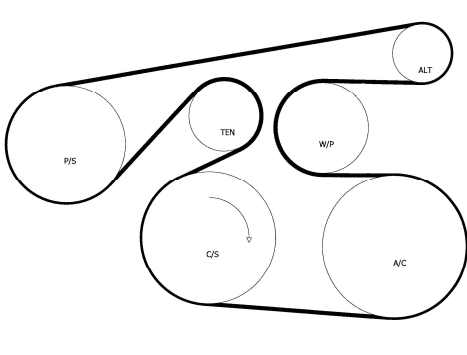

Fig 1
3. Take note of the under hood belt routing diagram. If missing, refer to Fig 1.
13. Install new serpentine belt around each pulley except the alternator pulley. Now rotate the tensioner in the clockwise (down) direction and slip the belt on to the alternator pulley. While holding the tensioner in clockwise direction, remove and discard the locking pin in the tensioning strut. Slowly allow tensioner to move in the counter clockwise (up) direction until the belt is tensioned. **Note: Refer to Figure 1 or under hood sticker for proper belt routing. Check and ensure that belt ribs are properly seated in all the pulley grooves.**
3. Noter le schéma de routage de la courroie sous le capot. Si celui-ci est manquant, référez-vous à la fig. 1.
13. Installer la courroie multifonction autour de chaque poulie sauf la poulie de l'alternateur. À présent, faire pivoter le tendeur en sens horaire (vers le bas) et glisser la courroie sur la poulie de l'alternateur. Tout en tenant le tendeur en sens horaire, enlever et jeter la goupille de verrouillage de la jambe de tensionnage. Laisser le tendeur se déplacer lentement en sens antihoraire (vers le haut) jusqu'à ce que la courroie soit tensionnée. **Remarque : Se référer à la figure 1 ou à l'autocollant sous le capot pour le cheminement de la courroie. Vérifier et s'assurer que toutes les nervures de la courroie sont bien en place dans les gorges de poulies.**